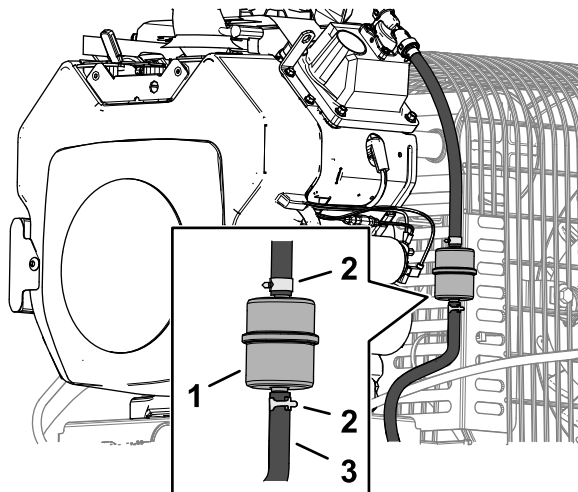

Figure 40
3. Pincez les extrémités des colliers et éloignez les colliers du filtre (Figure 40).
5. Posez un filtre neuf et rapprochez les colliers de fixation du filtre (Figure 40).
3. Desserrez le collier de serrage au niveau du filtre à carburant et éloignez-le du filtre en le poussant le long de la conduite d'alimentation (Figure 40).
4. Débranchez les conduites d'alimentation du filtre à carburant (Figure 40).
Remarque: Laissez couler le carburant dans un bidon ou un bac de vidange (Figure 40).
5. Raccordez la conduite d'alimentation au filtre. Rapprochez le collier de serrage du filtre pour fixer la conduite d'alimentation (Figure 40).